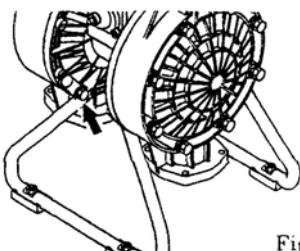

Fig.5.4
Zie [8. Tekening] op en na pagina 14. (Fig. 5.4 toont TA-40 BP□.)
- De 8 (4 op de TA-40) bouten van de steunframes, en verwijder deze. [Fig. 5.4]